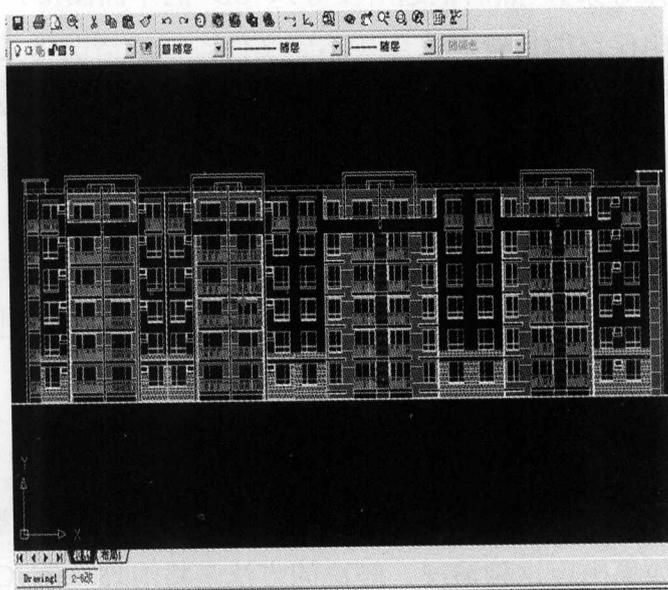

图 1-2
(2) 删除轴号、标高、标注、文本框和图框，如图 1-2 所示。也可以通过关闭图层达到整理的效果，这需要前期的 CAD 图绘制时必须图层分明，不能相互混淆，防止丢线情况的发生。影响整个模型的制作和深入调整。